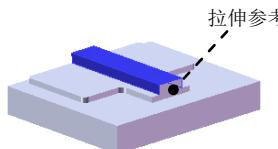
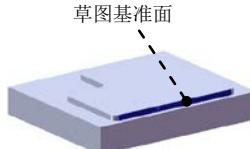
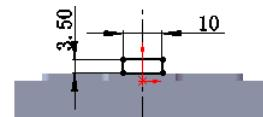

图 16.6.6 凸台一拉伸 3
图 16.6.7 草图基准面
图 16.6.8 横断面草图
Step4. 创建图 16.6.6 所示的零件基础特征——凸台一拉伸 3。
(1) 选择命令。选择下拉菜单 **插入(I)** → **凸台/基体(B)** → **拉伸(E)...** 命令 (或单击“特征(F)”工具栏中的  按钮)。
(2) 定义特征的横断面草图。
① 定义草图基准面。选取图 16.6.7 所示的表面作为草图基准面。
② 定义横断面草图。在草图环境中绘制图 16.6.8 所示的横断面草图。
③ 选择下拉菜单 **插入(I)** → **退出草图** 命令, 退出草图环境, 此时系统弹出“凸台一拉伸”对话框。
(3) 定义拉伸深度属性。
① 定义深度方向。采用系统默认的深度方向。
② 定义深度类型和深度值。在“凸台一拉伸”对话框 **方向1** 区域的下拉列表中选择 **成形到一面** 选项, 选取图 16.6.6 所示的表面作为拉伸参考面, 选中 **合并结果(M)** 复选框。
(4) 单击  按钮, 完成凸台一拉伸 3 的创建。